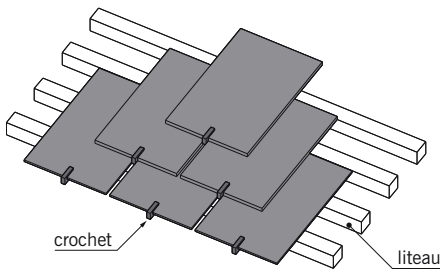

fig. 7.39
- La **pose à pureau entier** : c'est un type de pose couramment utilisé dans lequel chaque rang d'ardoises est décalé par rapport au précédent d'une demi-largeur d'ardoise (fig.7.39).